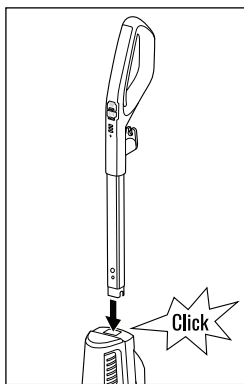

Fig. 1
- ◆ Insira o cabo do aparelho ❶ na abertura existente na parte superior do aparelho, até o cabo do aparelho ❶ encaixar de forma audível na abertura (ver fig. 1).